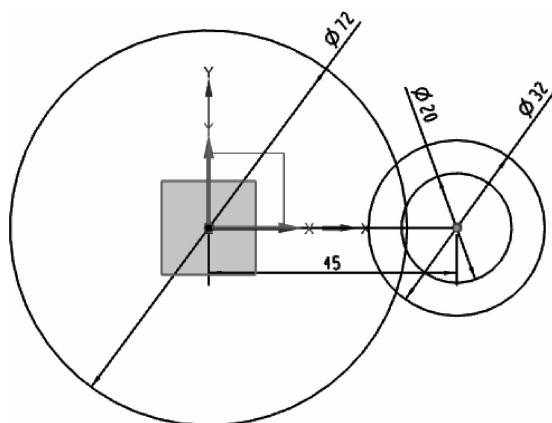
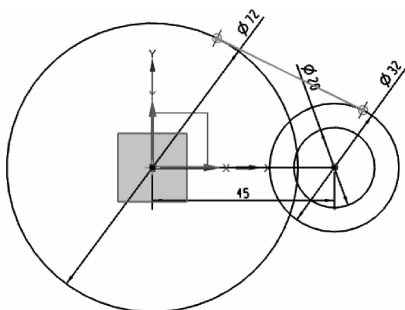

图 2-7 创建三个圆
图 2-8 创建切线
(4) 在“草图”工具条中单击图标,创建  $\phi 72$ 、 $\phi 20$ 、 $\phi 32$  三个圆,如图 2-7 所示;创建切线,如图 2-8 所示。